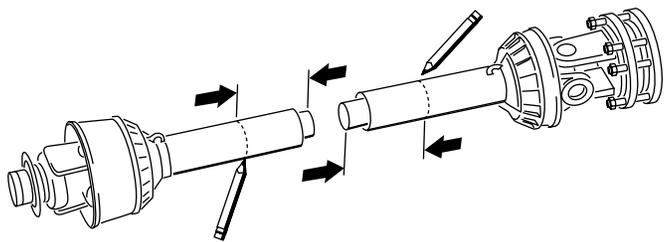
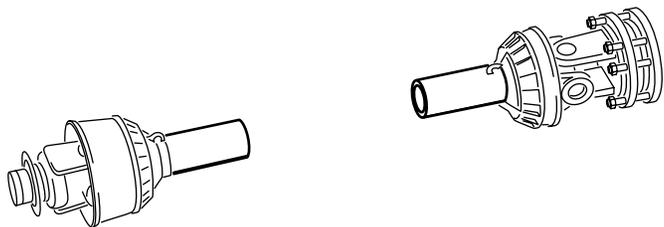

图18
图19
13. 使用在步骤8中确定的尺寸从每个 PTO 半轴找到、标记并截短护罩和轴管图18和图19。